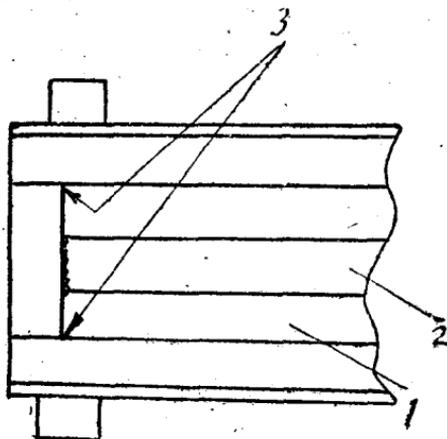

图3 空心下槽
7. 使用空心的下槽：使用空心的下槽，刮板易刮空心角，有时卡住刮板，如图3所示。有时将中间铁板磨断，卡住刮板。